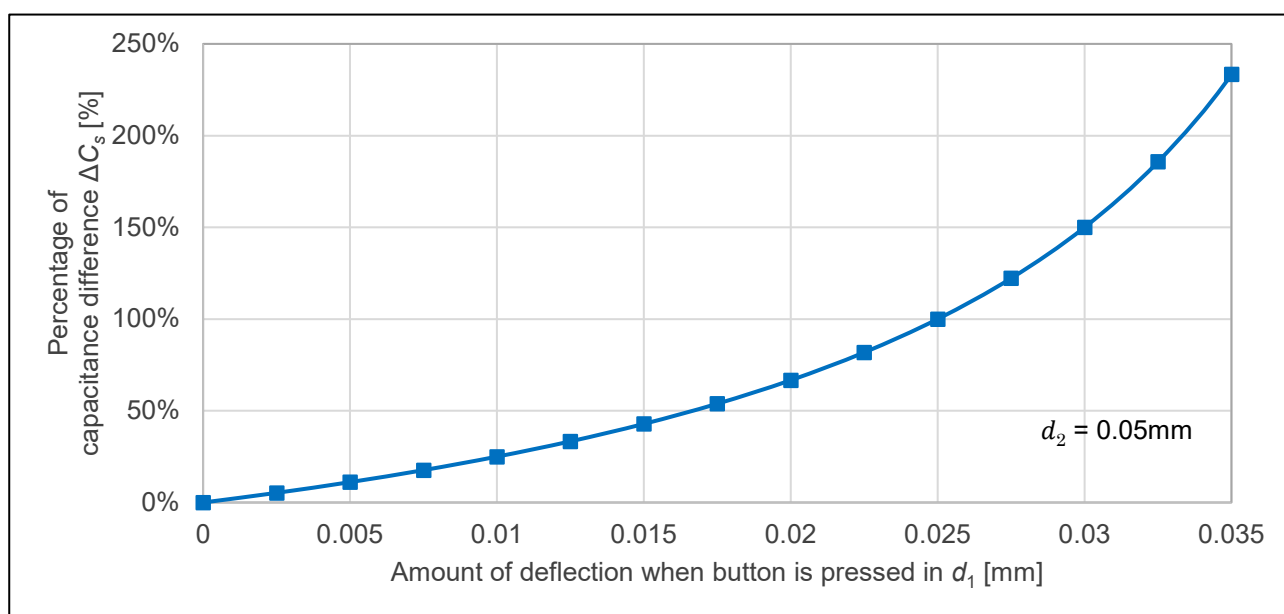

図 6-16 静電容量変化 ΔC_s と応力による金属パネルのたわみ d_1 の関係（参考値）
(2)式より、比誘電率 $\varepsilon_r \cong 1$ 、電極直径 $D=20$ [mm]、スペーサ厚 $d_2 = 0.05$ mm のときのボタン部の押し込んだときのたわみ量 d_1 と静電容量変化率 ΔC_s との関係は図 6-16 のようになります（参考値）。